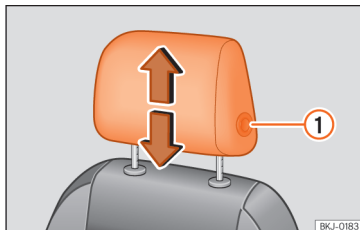

Abb. 107 Vordersitz: Kopfstützeinstellung.
- Schieben Sie die Kopfstützen in die entsprechende Pfeilrichtung nach unten oder oben. Um die vorderen Kopfstützen nach oben oder nach unten zu schieben, muss die Taste »» Abb. 107 ① gedrückt werden; bei den
- Seitliche Taste drücken »» Abb. 107 ① und Kopfstütze herausziehen.